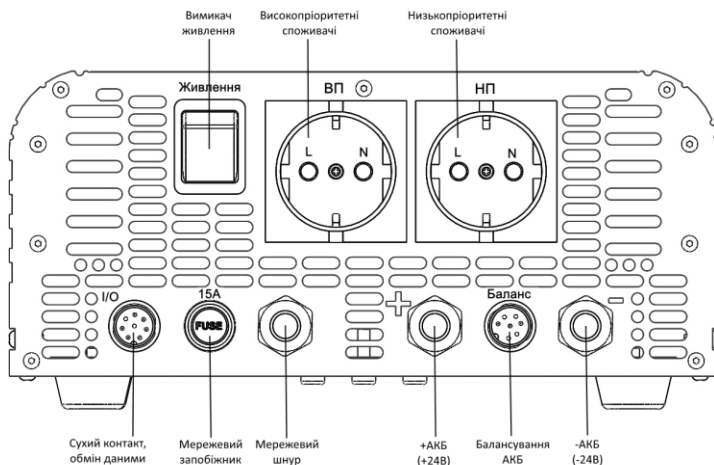

Рисунок 1. Призначення органів керування та елементів комутації UPS-2024 V2
- 4.1.4 ДБЖ включається між електричною мережею та споживачами. Призначення органів керування та елементів комутації показані на Рис.1